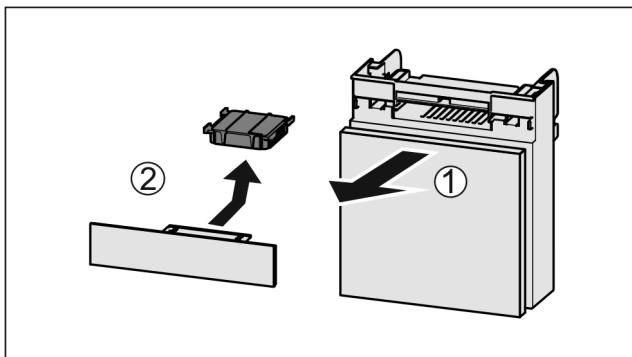

Fig. 83
- Потягніть Fig. 83 (1) відділення вперед.
► Витягнути Fig. 83 (2) фільтр з активованого вугілля.